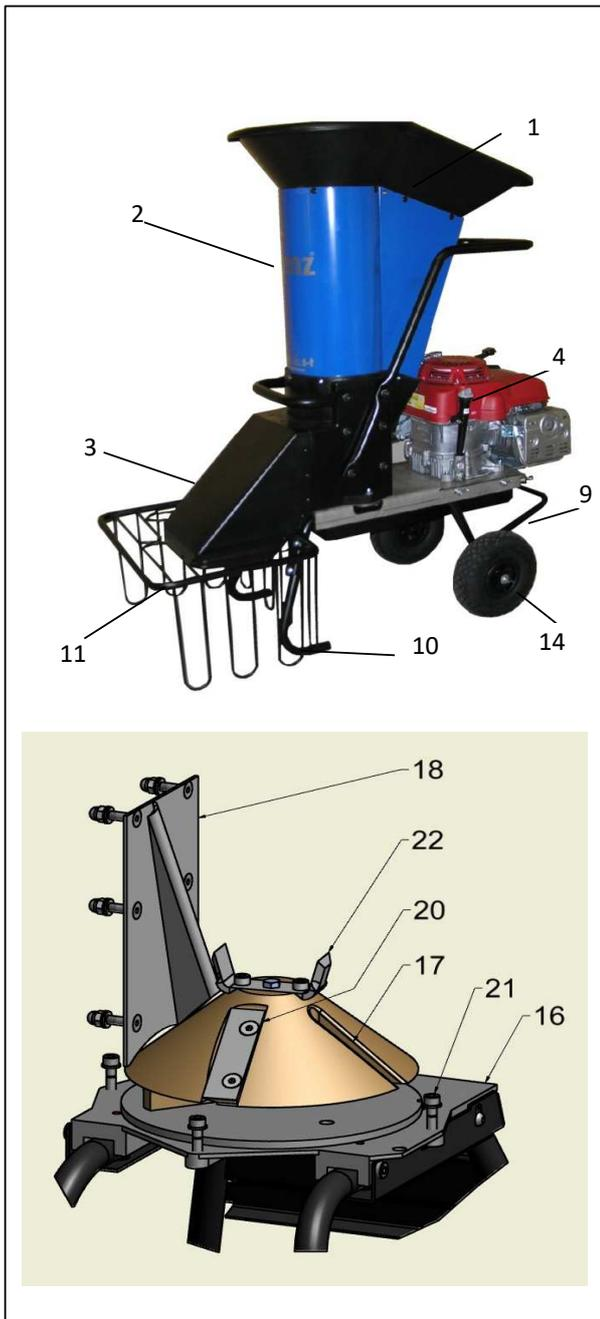

Bild 1: Wichtige Bestandteile des Häckslers
Die in Bild 1 dargestellten Bauteile haben folgende Funktion:
- Keine nasse Erde in den Einfüllzylinder (Bild 1, [2]) geben!
- Kein Material, das härter als Holz ist (z. B. Glas, Metall, Stein), in den Einfüllzylinder (Bild 1, [2]) geben!
- Den Häcksler nur mit fest montiertem Einfülltrichter (Bild 1, [1]) und Einfüllzylinder (Bild 1, [2]) in Betrieb nehmen. Kontrollieren Sie den festen Sitz der Schrauben (Bild 1, [21]).
- Wenn der Motor eingeschaltet ist, niemals in den Einfüllzylinder (Bild 1, [2]) hineingreifen oder schauen.
- Wenn der Motor eingeschaltet ist, niemals in den Auswurf (Bild 1, [3]) hineingreifen oder schauen.
- Der Einfüllzylinder (Bild 1, [2]) ist mit allen 3 Schrauben (Bild 1, [21]) fest montiert.
- Im Einfüllzylinder (Bild 1, [2]) befindet sich kein Material. Der Motor kann frei drehen.
3. Richtung des Auswurfs (Bild 1, [3]) so wählen, dass das zerkleinerte Material problemlos ausgeworfen werden kann und keine Gefährdung darstellt.